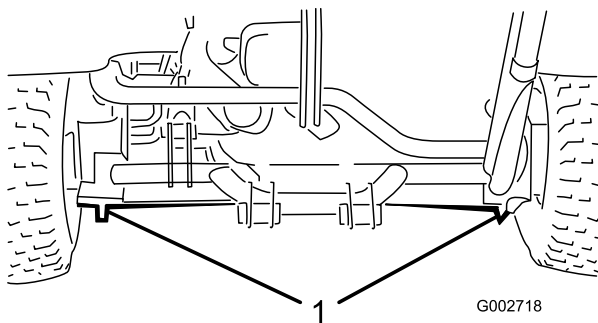

Figure 20
- Côté gauche ou droit, sous le moteur de roue arrière ou le cadre (Figure 20).